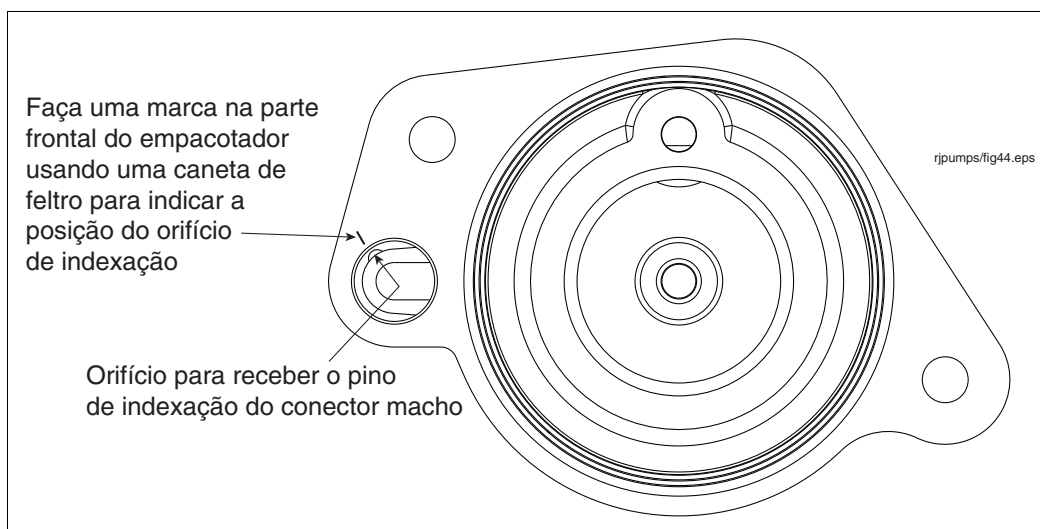

Figura 53. Orifício de indexação do conector macho na base do soquete
6. Faça uma marca na parte frontal do empacotador usando uma caneta de feltro para indicar a posição do orifício de indexação (consulte a Figura 53).
11. O pino de indexação na parte traseira do conector deve se encaixar no orifício de indexação na base do soquete do conector macho (consulte a Figura 53) para que o conector seja orientado corretamente em relação ao conector fêmea.